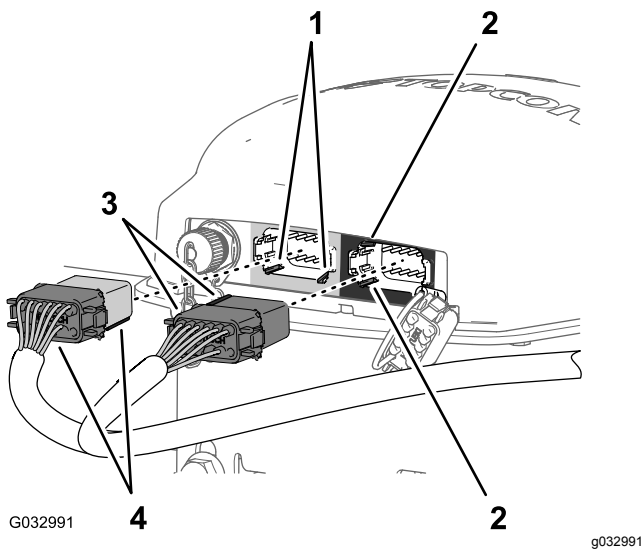

図 159
3. 灰色と黒色の 12 ソケットコネクタの長い方の側にある2本のキーを、ナビゲーション受信機の左側灰色 12 ピンコネクタの底部の水平面にある2本のスロットに合わせて接続する 図 159。
- データ用ハーネスの灰色と黒色の 12 ソケットコネクターを、ナビゲーション受信機の左側灰色 12 ピンコネクターに接続する。カチッと音がしてロックするまで押し込むこと 図 159。
- データ用ハーネスの黒色の 12 ソケットコネクターの短い側にある 2 本の整列キーを、ナビゲーション受信機の右側黒色 12 ピンコネクターにある 2 本のスロットに合わせて接続する 図 159。
- データ用ハーネスの灰色と黒色の 12 ソケットコネクターを、ナビゲーション受信機の左側灰色 12 ピンコネクターに接続する。カチッと音がしてロックするまで確実に押し込むこと 図 159。